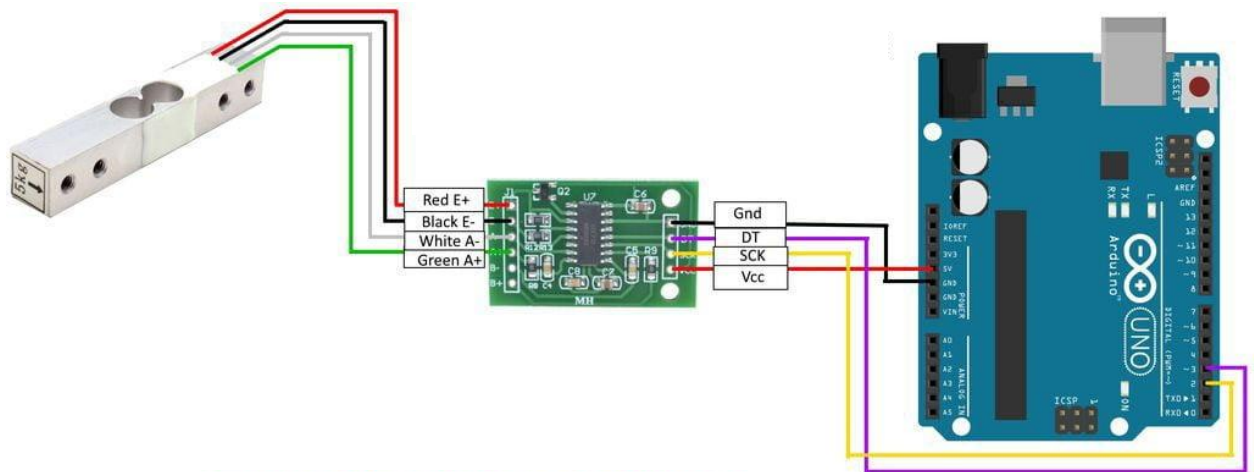

Figura 3.3. Diagrama de conexiones
- Para realizar la conexión de la celda de carga al amplificador HX711 y a la placa Arduino, tenga en cuenta el diagrama de la Figura 3.3 y la Tabla 3.1.